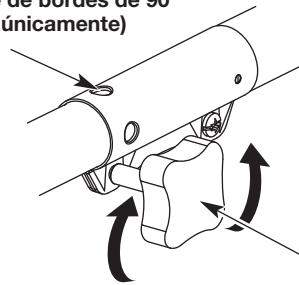
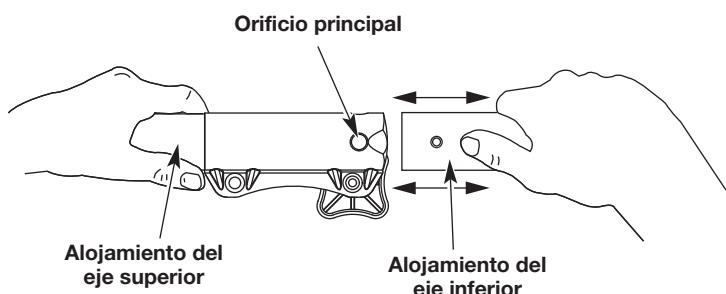

Fig. 3
Fig. 5
1. Gire la perilla en el sentido contrario a las agujas del reloj para aflojarla (Fig. 3).
2. Mientras sujetela con firmeza el accesorio, empújelo en línea recta dentro del acoplador hasta que el botón de liberación entre a presión y quede firme dentro del orificio principal (Fig. 5).
3. Gire la perilla en el sentido de las agujas del reloj para ajustar (Fig. 3).
PRECAUCIÓN: Antes de utilizar esta unidad, asegúrese de que el botón de liberación entre a presión completamente dentro del orificio principal (Fig. 5) y que la perilla (Fig. 3) quede bien ajustada.
Para un reborde decorativo con un accesorio de recorte, trabe el botón de liberación en el orificio de recorte de bordes de 90° (Fig. 3).
3. Mientras sujetela firmemente el alojamiento del eje superior, tire del accesorio de manera recta para sacarlo del acoplador (Fig. 5).